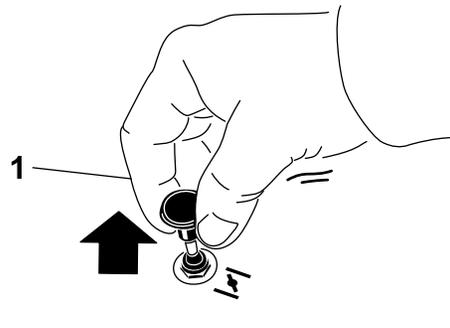

Figure 12
1. Tirez sur la commande de starter pour engager le starter avant d'utiliser le commutateur d'allumage (Figure 12).
2. Appuyez sur la commande pour désengager le starter après le démarrage du moteur (Figure 12).